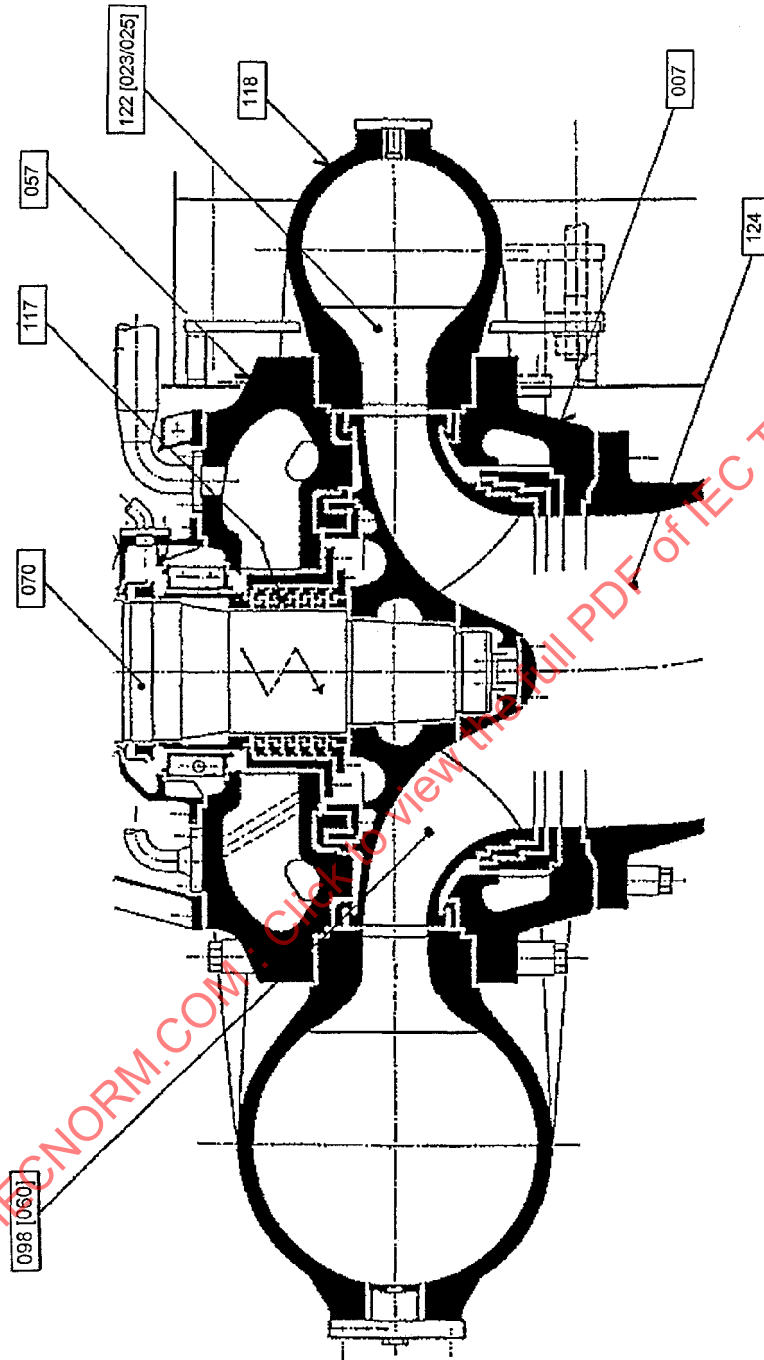

Figure 20
**6.2.1.2 Francis turbines and pump-turbines, with fixed guide [diffuser] vanes, non-regulated and single stage storage pumps, figure 20 (continued)**
**Turbines Francis et pompes-turbines à aubes directrices [ailettes de diffuseur] fixes non réglables et pompes d'accumulation à un étage, figure 20 (suite)**
- 6.2.1.2 Francis turbines and pump-turbines, with fixed guide [diffuser] vanes, non-regulated and single stage storage pumps, figure 20 (continued)
- Turbines Francis et pompes-turbines à aubes directrices [ailettes de diffuseur] fixes non réglables et pompes d'accumulation à un étage, figure 20 (suite)